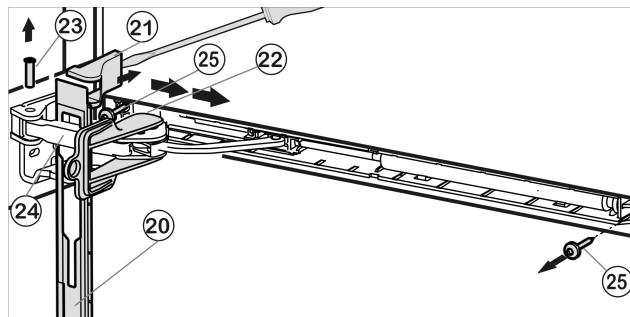

Fig. 10
- ▶ Desplace hacia delante el panel a través del estribo del amortiguador Fig. 10 (24) en dirección del aparato.
- ▶ Encaje el seguro Fig. 10 (22) en el agujero oblongo.
- ▶ Levante la cubierta Fig. 10 (21) con el destornillador desde la parte exterior y extrágala hacia fuera.
- ▶ Extraiga el perno Fig. 10 (23) presionando desde abajo.
- ▶ Presione el estribo del amortiguador Fig. 10 (24) en dirección de la puerta.
- ▶ Retire el panel Fig. 10 (20).
- ▶ Desatornille toda la unidad de amortiguador de cierre (2 Torx® 15) Fig. 10 (25).